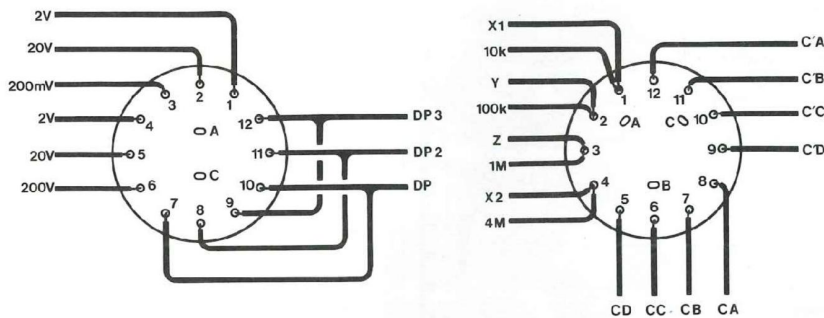

Fig. 7b : Câblage de CT1 et câblage de CT2.
Le détail de câblage des commutateurs CT1 et CT2 est indiqué en figure 7b. Les bornes 1 à 4 de CT2 sont reliées d'une part à la CFA (X1, X2, Y et Z) et d'autre part à la carte principale (10 k, 100 k, 1 M, 4 M). Le câblage des bornes communes est représenté sur le plan de la figure 7a : n'oubliez pas R84, de 680 ohms, entre la borne (C) de CT1 et l'alimentation + 12 V. Nous avions initialement prévu d'alimenter le point décimal du voltmètre en + 5 V, mais il est plus raisonnable d'alléger la charge déjà lourde du régulateur IC14. C22 permet de supprimer, sur la sortie SGBF, la composante continue de la sortie TTL (la borne positive de C22 sera reliée à la sortie TTL) : il ne faudra pas l'oublier !